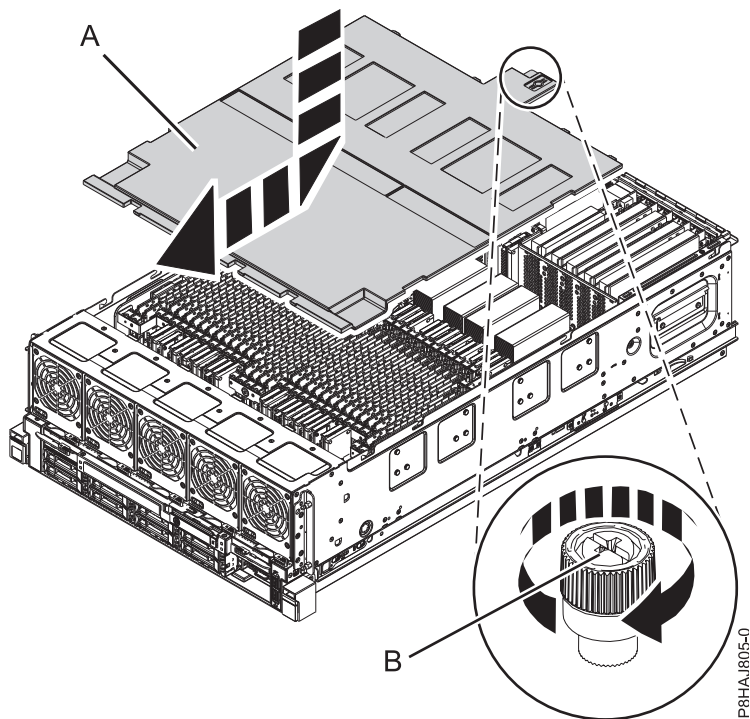

Figura 21. Substitució de la coberta de seguretat
2. Empenyeu la coberta de seguretat (A) cap al xassís.
3. Colleu el cargol de mà (B) fent-lo girar en la direcció que es mostra a la Figura 21 a la pàgina 50 per fixar la coberta de seguretat al xassís.